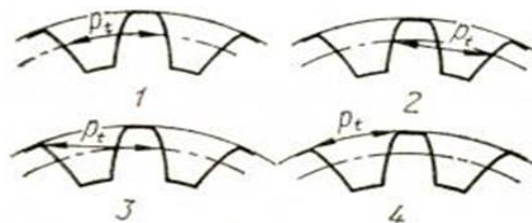

Рисунок 3
**29. На каком рисунке правильно показан шаг зацепления (рис.3)?**